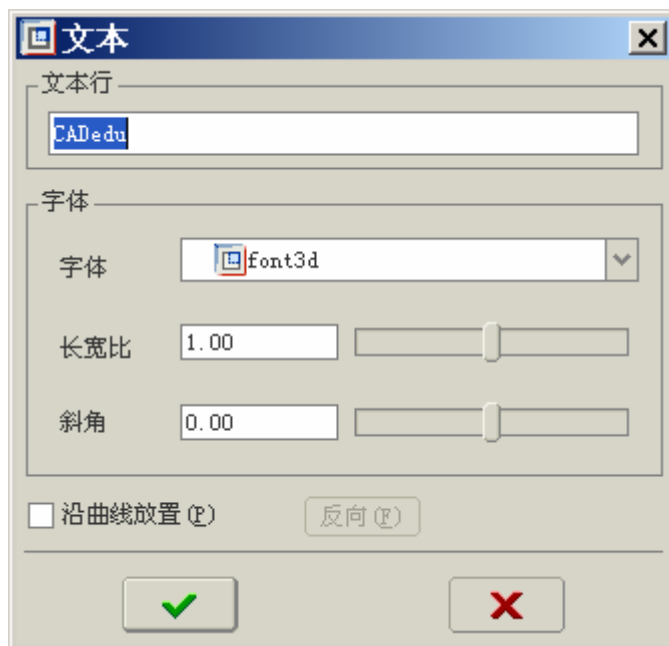

图 36-18
- (3) 单击【草绘】按钮，进入草绘工作环境。
- (4) 单击 ，在图形窗口中通过确定两点定义文字高度和方向，同时打开【文本】对话框。
- (5) 在【文本行】对应的文本框中输入文字：CADedu，设置字体属性如图 36-18 所示。